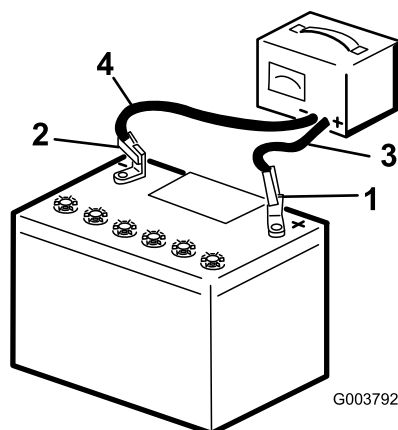

Figura 82
3. Ligue o cabo positivo do carregador da bateria ao polo positivo da bateria (Figura 82).
4. Ligue o cabo negativo do carregador da bateria ao polo negativo da bateria (Figura 82).
6. Quando a bateria estiver totalmente carregada, desligue o carregador da fonte elétrica e em seguida desligue os cabos do carregador dos polos da bateria (Figura 82).